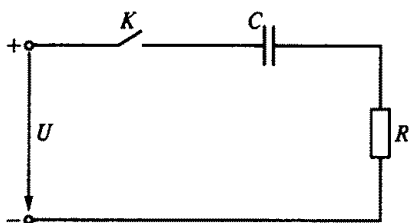

Рис. 141
4.6. В электрической цепи, схема которой приведена на рис. 141, $R = 2$ мОм, $C = 10$ мкФ. Какова длительность переходного процесса